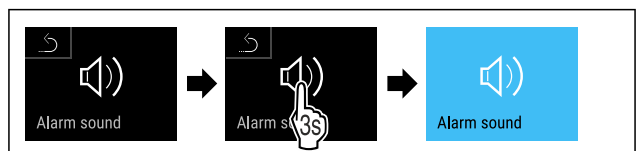

Fig. 92
- ▶ Atlikite veiksmus (žr. Fig. 92) .